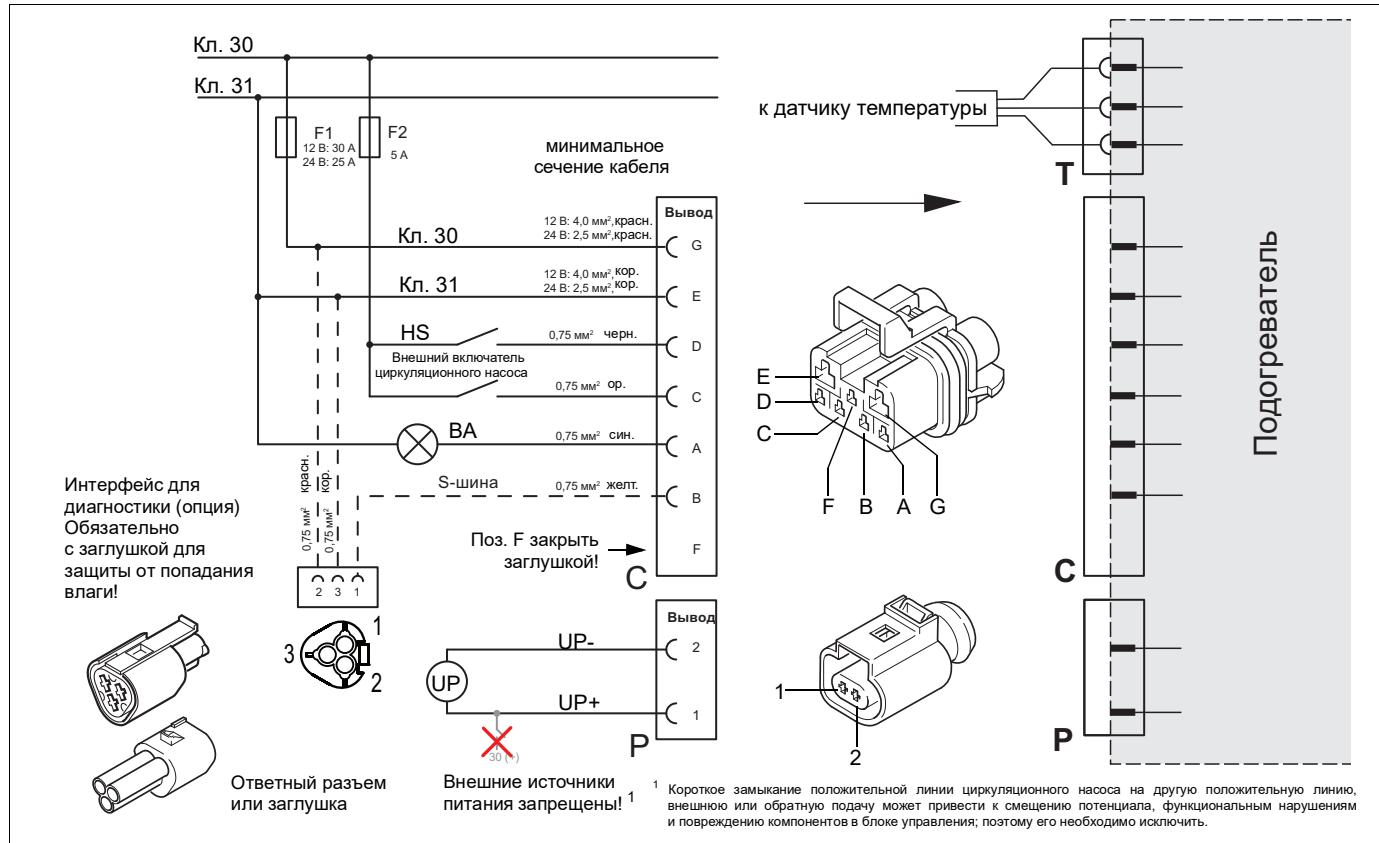

Рисунок 9: Монтажная схема подогревателя Thermo E+ с выключателем, легенду см. на стр. 19
Электроподключение подогревателя выполняется согласно монтажной схеме, рис. 9. Интерфейсы располагаются с внешней стороны блока управления.
- Подключение циркуляционного насоса (см. рис. 9)
При длине кабеля транспортного средства до 7,5 м необходимо использовать кабели, сечение которых не меньше указанного на рис. 9. Если длина кабеля транспортного средства составляет от 7,5 до 15 м, сечение кабеля в транспортном средстве должно быть больше. Следует использовать кабели с сечением не менее указанных в таблице значений. При этом необходимо учитывать, что сечение кабеля подогревателя не должно превышать 1 мм². Для кабелей большей длины следует уменьшить сечение кабеля перед подогревателем. Общепринятые электротехнические правила применяются в первую очередь.
Для подключения с целью диагностики можно заказать дополнительный адаптерный кабельный жгут (11123550_). Либо же заказчик сам может выполнить подключение, как показано на рис. 9.
10.6. Монтажная схема (см. рис. 9)
Для подключения диагностики Термо Тест (DTT) либо заглушка (см. рис. 9):